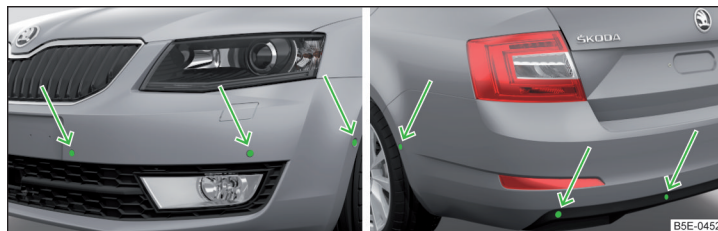

Fig. 139 Locul de amplasare al senzorilor cu ultrasunete: față/spate
Sistemul calculează cu ajutorul undelor de ultrasunete distanța dintre bara de protecție și un obstacol. Senzorii cu ultrasunete se găsesc în bara de protecție spate, respectiv și în bara de protecție față, în funcție de dotarea autovehiculului » fig. 139 la pagina 146.
- Mențineți senzorii sistemului » fig. 139 la pagina 146 curați, fără zăpadă sau gheață și nu îi acoperiți cu niciun fel de obiecte, pentru a nu limita funcționarea sistemului.